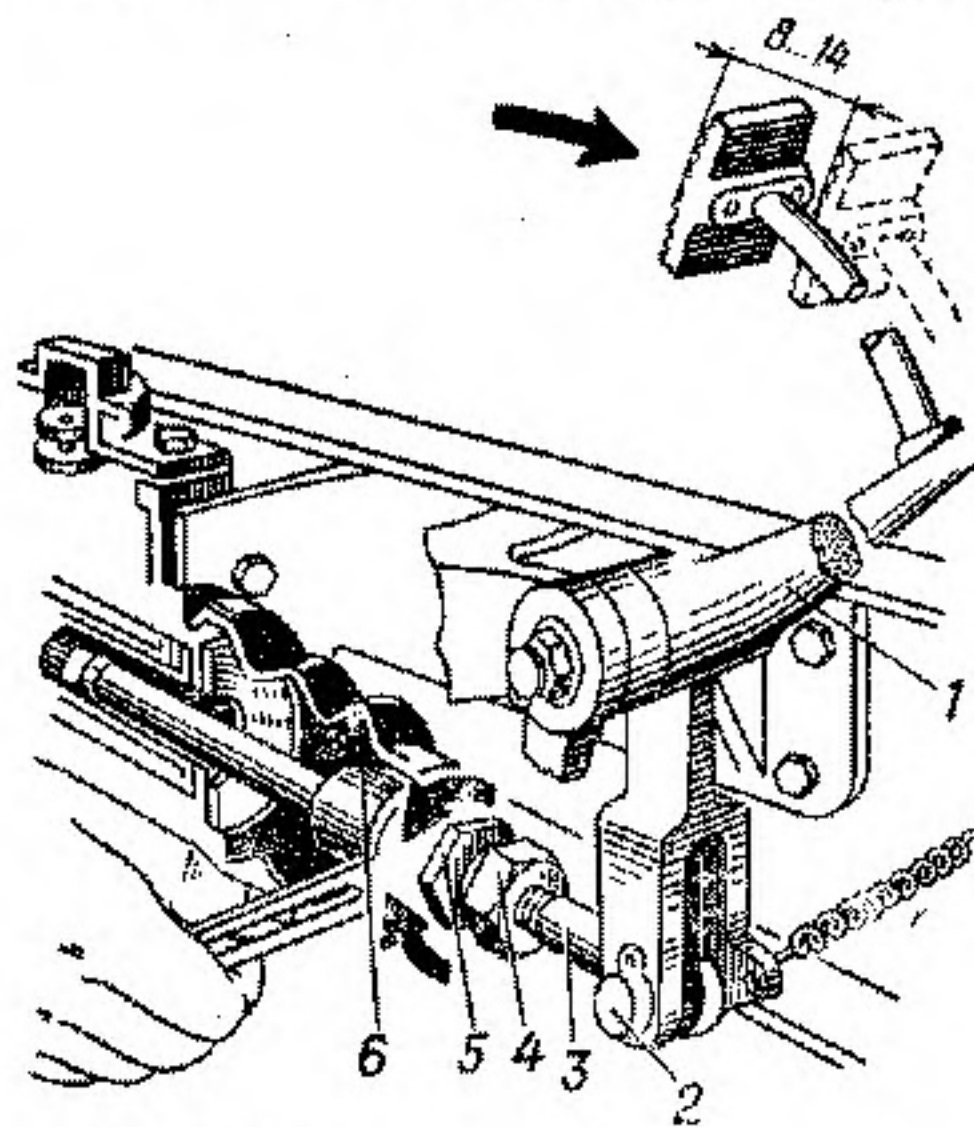

Рис. 58. Регулировка свободного хода педали тормоза на автомобиле ГАЗ-53-12.
2. Замерить свободный ход педали тормоза (рис. 58), который должен быть 8—14 мм, что соответствует зазору между